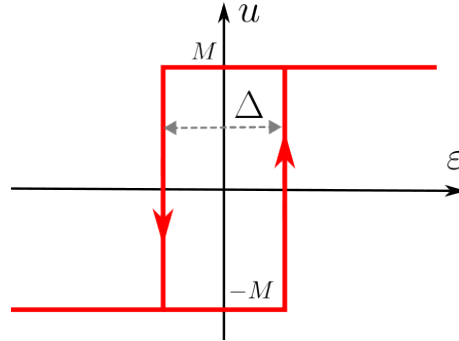

FIGURE 2 – Caractéristique de l'élément non linéaire.
- L'élément non linéaire "NL" est un relais avec hystérésis dont la caractéristique  $u = F(\epsilon)$  est représentée par la Figure 2. Le niveau de la tension de sortie du relais qui alimente le moteur est de  $\pm M = \pm 6V$ , et l'écart des seuils de l'hystérésis est  $\Delta = 4V$ .
1. Donner l'approximation au premier harmonique, la *describing function*  $N(A, \omega)$ , de la fonction non linéaire représentée sur la Figure 2. Calculer l'expression du lieu critique  $C(A, \omega) = -1/N(A, \omega)$  et esquisser son allure dans le plan complexe.